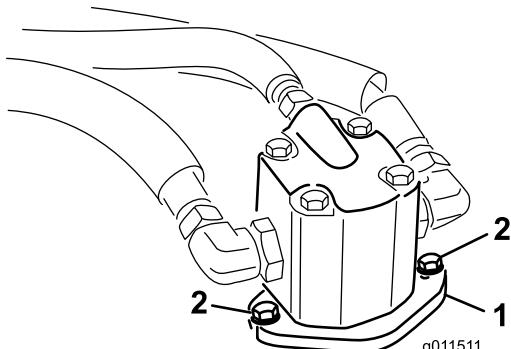

Figura 71
4. Togliete i bulloni che fissano il motore idraulico all'apparato di taglio (Figura 71). Togliete il motore e appoggiatevelo sopra l'apparato di taglio.